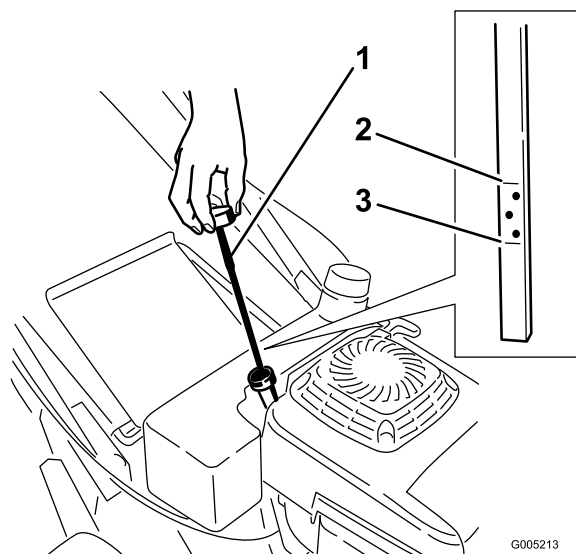

Figure 8
Avant chaque utilisation, vérifiez que le niveau d'huile arrive entre les repères maximum (Full) et minimum (Add) de la jauge (Figure 8).
2. Nettoyez la surface autour du bouchon de remplissage (Figure 8).
6. Sortez de nouveau la jauge et vérifiez le niveau d'huile (Figure 8).